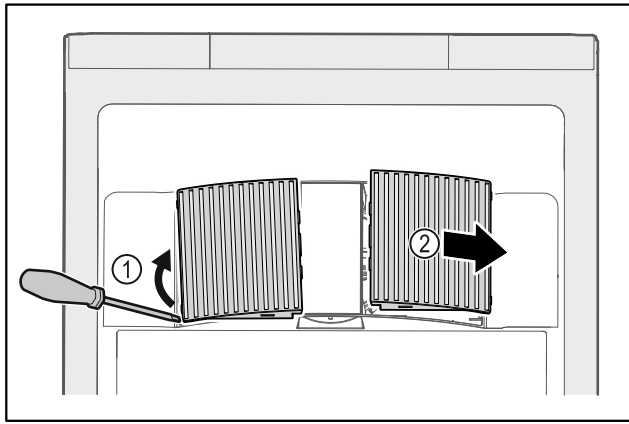

Fig. 164
- ▶ Кожух вентилятора обережно підважити зі сторони Fig. 164 (1) і витягнути рухом вперед Fig. 164 (2).